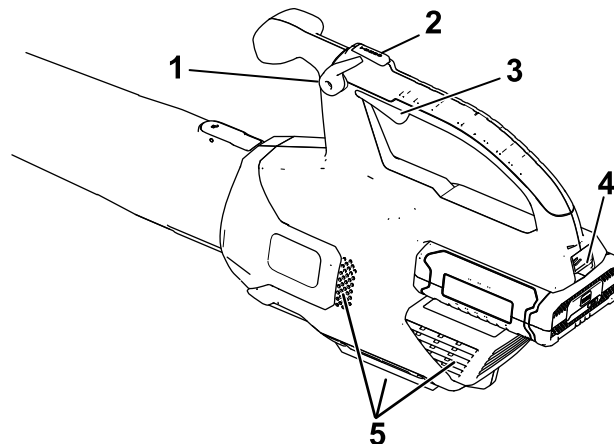

Figura 5
2. Para arrancar el soplador, apriete el gatillo de velocidad variable (Figura 5).
**Nota:** Active el bloqueo de velocidad para mantener la máquina encendida sin tener que apretar el gatillo de velocidad variable (Figura 5).
Para aumentar la velocidad del soplador, mantenga presionado el botón de potencia turbo durante el tiempo deseado (Figura 5).
Para ajustar la velocidad del aire mientras sopla, utilice el gatillo de velocidad variable (Figura 5).
Para mantener la velocidad actual del aire, active el bloqueo de velocidad (Figura 5).
Para apagar el soplador, desactive el bloqueo de velocidad (si lo está usando) y suelte el gatillo de velocidad variable (Figura 5).